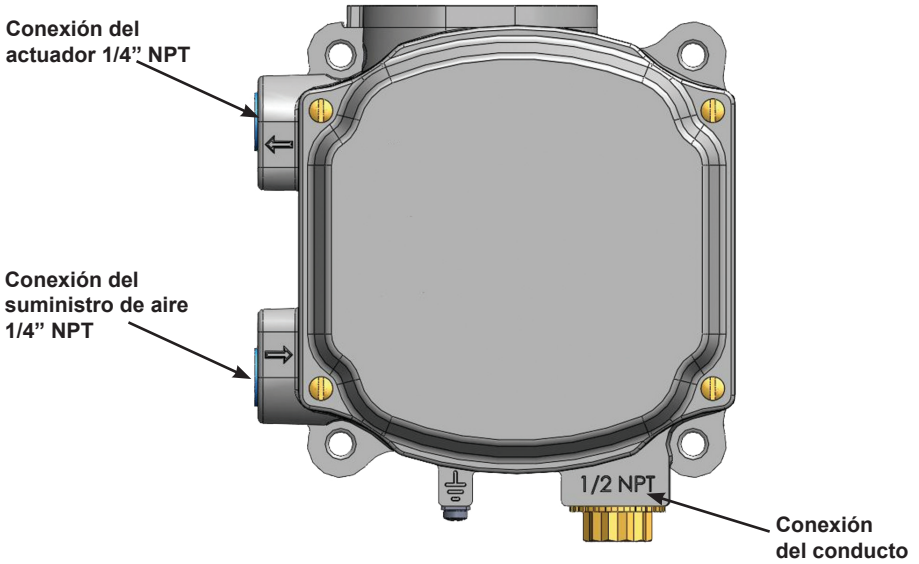

Figura 17 - Puertos del aire
1. Instale los tubos en el puerto de suministro de aire. Diámetro mínimo del tubo 1/4" (Figura 17).